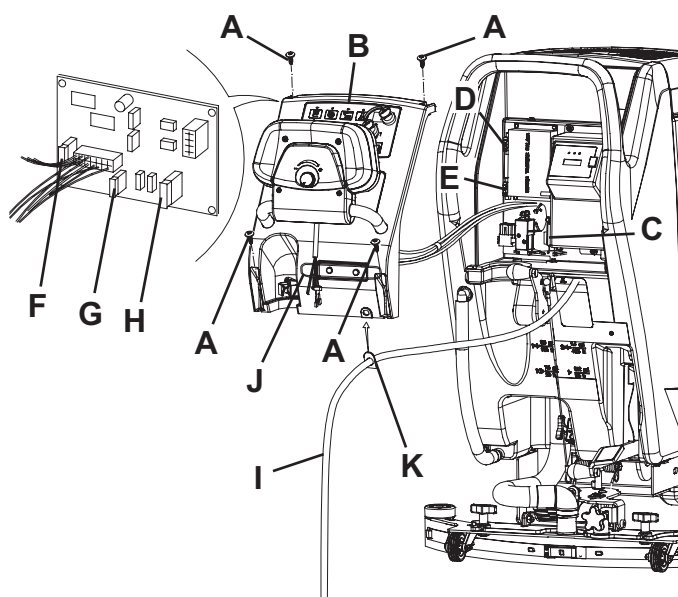

Afbeelding 7
3. Sluit het kraantje van het reinigingsmiddel (A, Afb. 7) dat zich onder de machine bevindt, achter het achterwiel rechts. Het kraantje (A) is gesloten als hij in de stand (B) ten opzichte van de slangen staat; hij is geopend als hij in de stand (C) staat.
4. Verwijder de transparante afdekking (D) en verwijder daarna het filterrooster (E). Reinig ze en monteer ze weer in de steun (F).